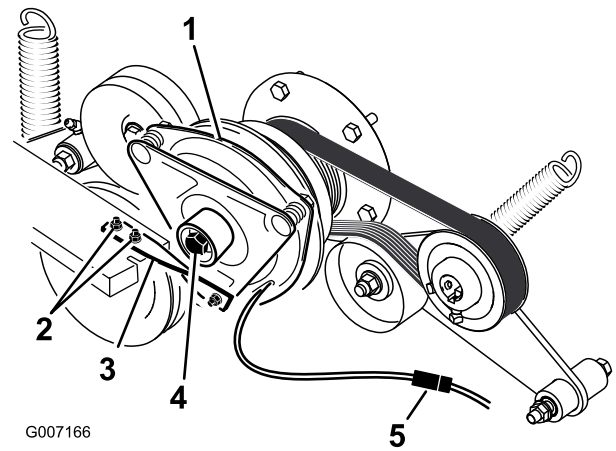

Figure 58
6. Débranchez la connexion électrique de l'embrayage (Figure 58).
7. Enlevez les deux boulons qui fixent la barrette d'embrayage en caoutchouc au châssis du tablier de coupe (Figure 58).
8. Déposez le boulon central de fixation de l'embrayage à l'arbre du moteur, et déposez l'embrayage et la clavette (Figure 58).
15. Tout en maintenant le vilebrequin à l'arrière de la machine, posez le boulon central et serrez-le à 68 Nm (50 pi-lb) (Figure 58).
16. Fixez la barrette caoutchouc de l'embrayage sur le châssis du tablier de coupe au moyen des deux boulons et écrous retirés précédemment (Figure 58).
18. Branchez la connexion électrique de l'embrayage (Figure 58).